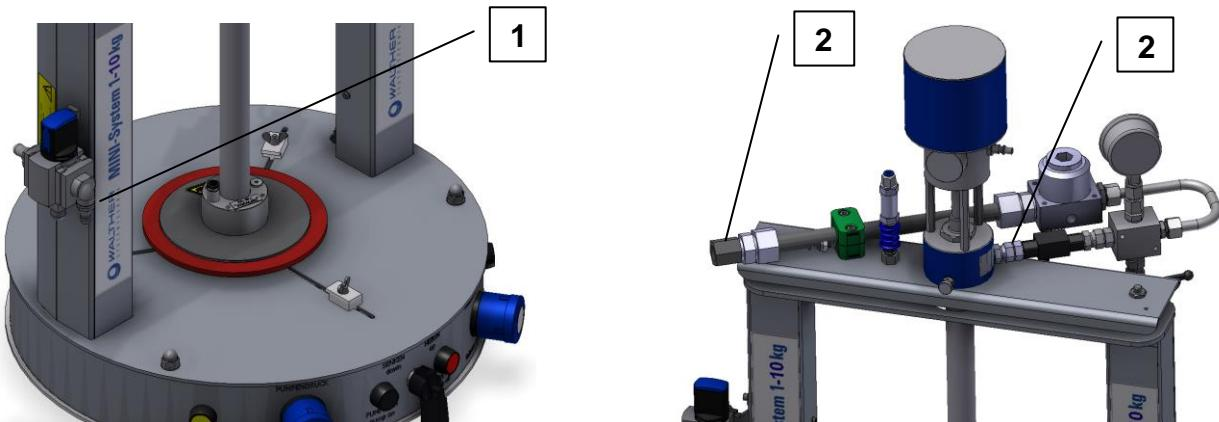

Abb.: 2
1	Eingang Das pneumatische Mini- Fassförder- System wird mit Druckluft betrieben. Der Anschluss befindet sich auf der linken Seite des Mini- Systems siehe Abb.: 2,Pos. 1
2	Ausgang Der Anschluss für das Fördermedium befindet sich an der Pumpe siehe Abb.:2, Pos. 2/ 2*
- Zum Betreiben der Anlage wird ein Druckluftnetz benötigt. Der Druckluftanschluss befindet sich auf der linken Seite des Mini- Systems siehe Abb.: 2,Pos. 1